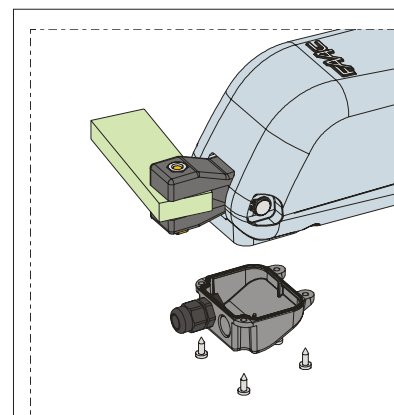

Fig. 15
- 4) Fermer le couvercle avec les quatre vis fournies, voir Fig.15.